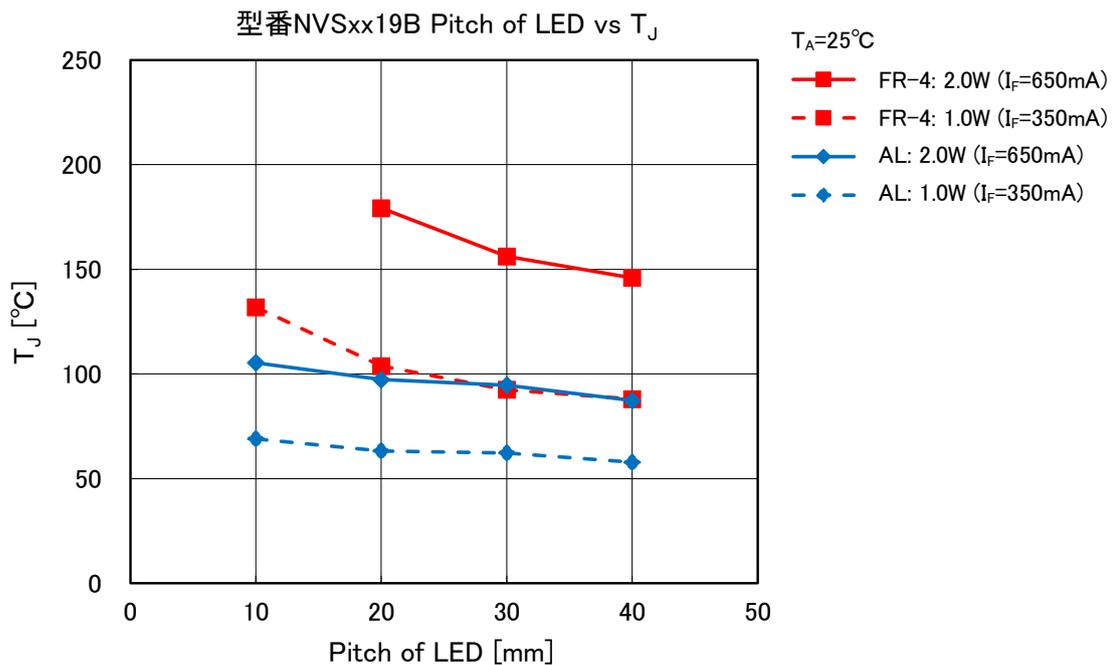

図 1. 型番 NVSxx19B 評価結果
1.0W($I_F=350\text{mA}$)と 2.0W($I_F=650\text{mA}$)における LED 実装ピッチと中心 LED の T_J の関係を図 1 に示します。FR-4 では、1.0W で 20mm 以上、2.0W では 30mm 以上のピッチを設けることで相互影響は小さくなります。また、アルミ基板で相互影響を小さくするには、20mm 以上のピッチが適切です。